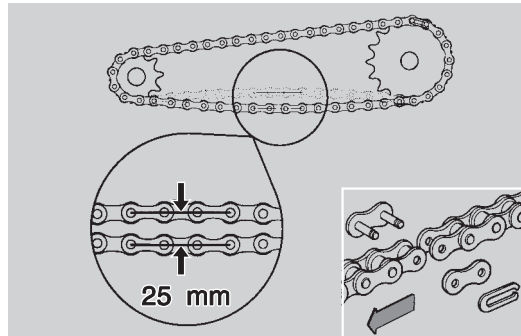

Fig. 31
- controllare che l'oscillazione verticale, in un punto intermedio tra pignone e corona nel ramo inferiore della catena, sia di circa **25 mm** (Fig. 31);
In caso di smontaggio e rimontaggio della catena, fare attenzione che la molletta della maglia di giunzione sia installata con la parte aperta rivolta in direzione opposta al verso di avanzamento (Fig. 31).